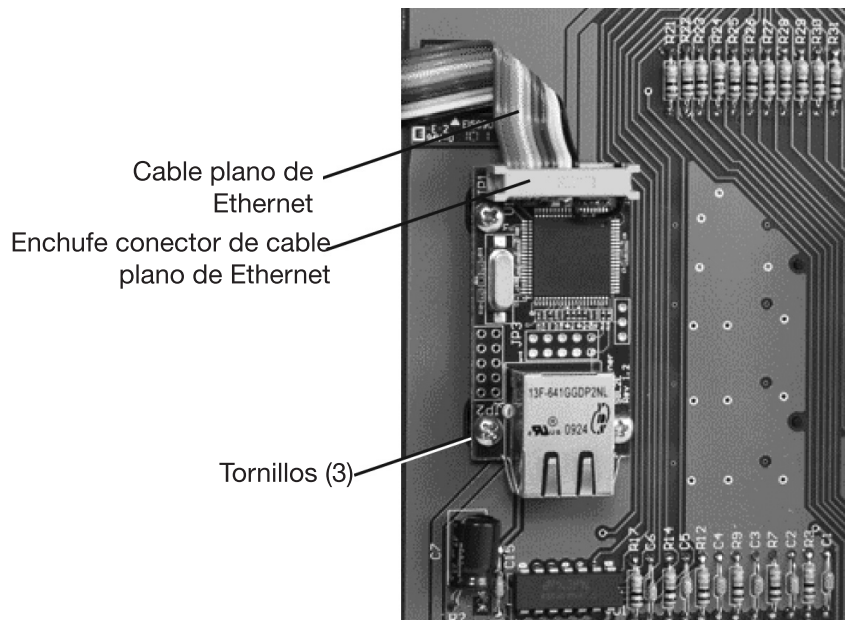

Figura 4. Retiro del módulo de Ethernet.
12. Conecte el enchufe conector de cable plano al conector terminal correspondiente. Consulte la Figura 4.